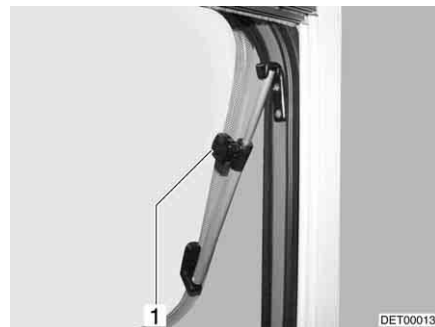

Bild 83 Taklucka med vridspärrar, öppen
■ Takluckan öppnas till önskat läge och fixeras med ratten (Bild 83,1).
**Stänga:** ■ Vrid den lettrade hylsan (Bild 83,1) tills låsningen släpper.